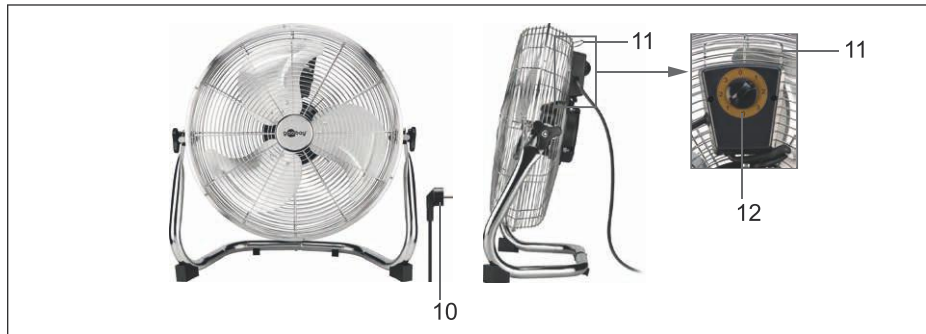

Fig.29: Ventilatore montato
1. Afferrare il ventilatore da pavimento rétro solo dall'impugnatura (11, fig. 29) e posizionarlo su una superficie priva di polvere, stabile e orizzontale.
La potenza di ventilazione si può regolare in 3 livelli tramite l'interruttore a 4 livelli (12, fig. 29):